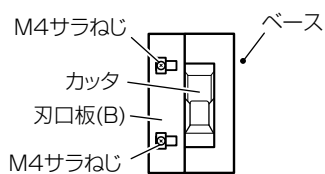

図 10
本体をうら返しし、標準付属品の刃口板 (B) を図 10 のようにベースに取付け、(1) 項と同じ要領で刃口板 (B) を調整して、M4 サラねじ (2 本) で締付け固定します。
(3) 刃幅 3 ~ 21 mm カッタの場合